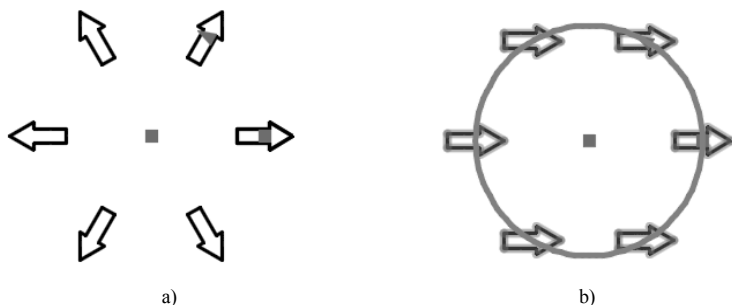

图 3-42 控制旋转项目
- “旋转项目”按钮：用于控制在阵列项目时是否旋转项目，其对比示例如图 3-42 所示。